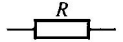
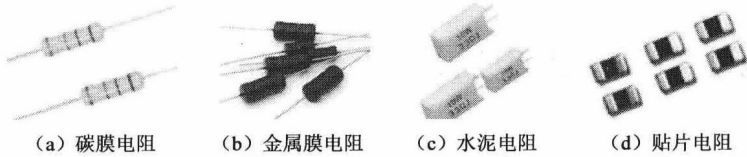

图 1-1 普通固定电阻在电路中的表示符号
图 1-2 普通固定电阻的实物图
根据材料的不同普通电阻可分为碳膜电阻、金属膜电阻、合成膜电阻、线绕电阻等。其中常用的是碳膜电阻和金属膜电阻。普通固定电阻在电路中通常用字母“R”表示,电路表示符号如图 1-1 所示,实物如图 1-2 所示。
**数字标注法:**数字标注法就是在电阻表面用三位数表示其阻值的大小,三位数的前两位是有效数字,第三位是 10 的指数,如 100 表示阻值为  $10\Omega$ , 101 表示阻值为  $100\Omega$ ;当阻值小于  $10\Omega$  时,用“R”代替小数点,如 4R7 表示阻值为  $4.7\Omega$ , R33 表示阻值为  $0.33\Omega$ 。图 1-2 (c) 所示的电阻就采用了该标注方法。